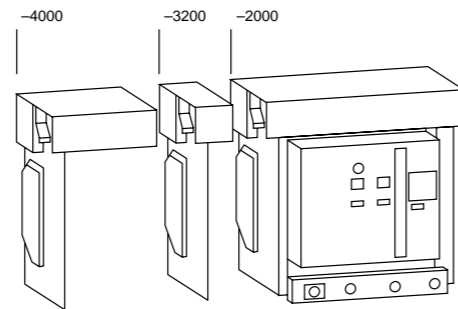

Рис. 1
2. Описание конструкции выключателей нагрузки. Выключатели нагрузки всех типов имеют одинаковый размер по высоте и глубине и отличаются только размерами по ширине, что позволяет производить удобную компоновку шкафов при их проектировании и снижает издержки производства у монтажных организаций. Схема показана на рис. 1.